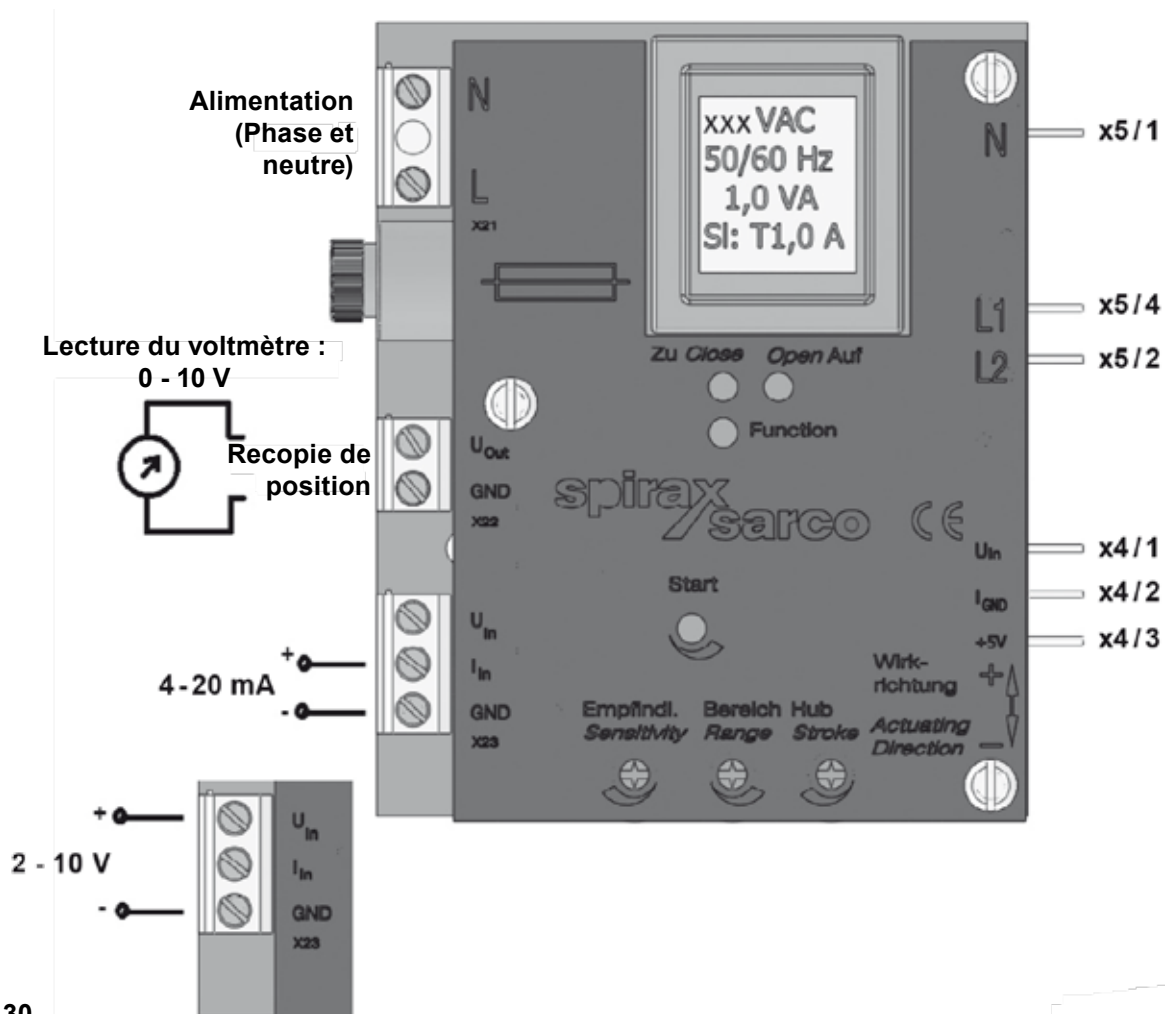

Fig. 30
6. A ce point, le multimètre doit indiquer 0 V. Si cela n'est pas possible, tourner la roue du potentiomètre de recopie jusqu'à ce que le multimètre lise 0 V (Fig. 30). Tourner doucement le potentiomètre "Start" (Fig. 30) jusqu'à ce que toutes les LED indiquant la direction de la course s'éteignent.